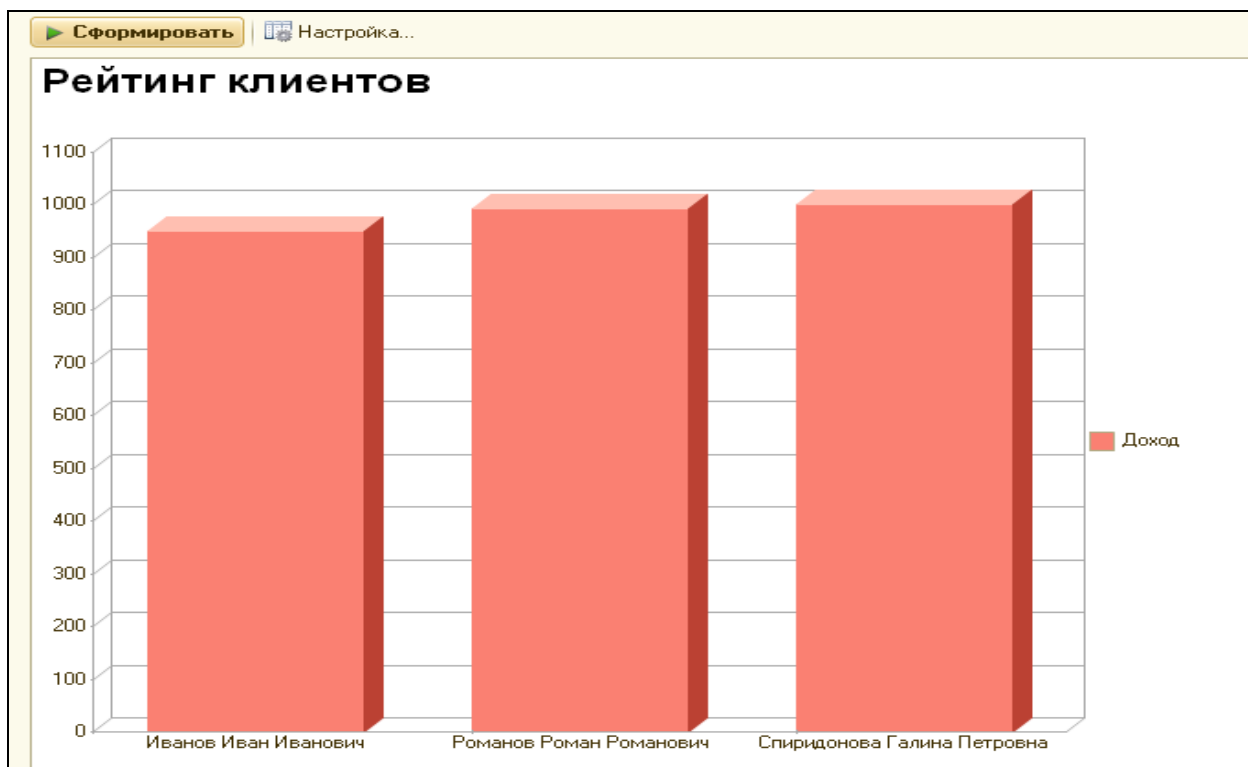

Рисунок 4.58 Гистограмма объемная
14. Запустить 1С:Предприятие. Сформировать новую диаграмму (рис.4.58).